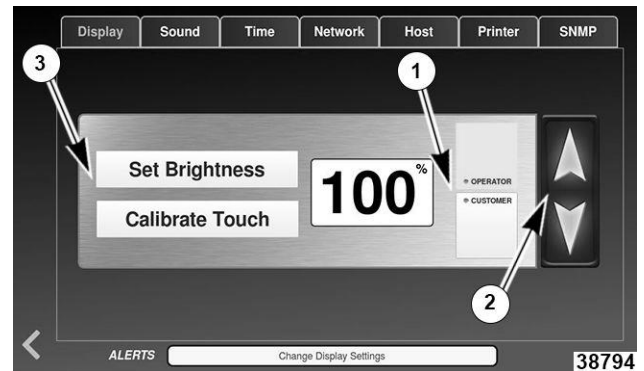

Fig. 96
1. Seleccione **Cliente** u **Operador** en función de la pantalla que desee ajustar (1, fig. 96).
2. Utilice las flechas arriba o abajo para ajustar el brillo (2, fig. 96).
3. Seleccione **Ajustar brillo** una vez alcanzada la luminosidad deseada (3, fig. 96).